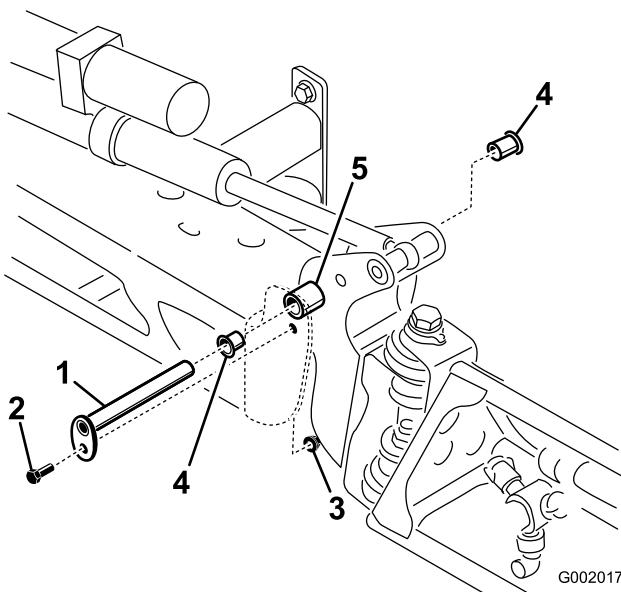

Figura 71
3. Com o peso da rampa suportado, retire o parafuso e a porca que seguram o pino de articulação à rampa (Figura 71). Retire o pino de articulação.